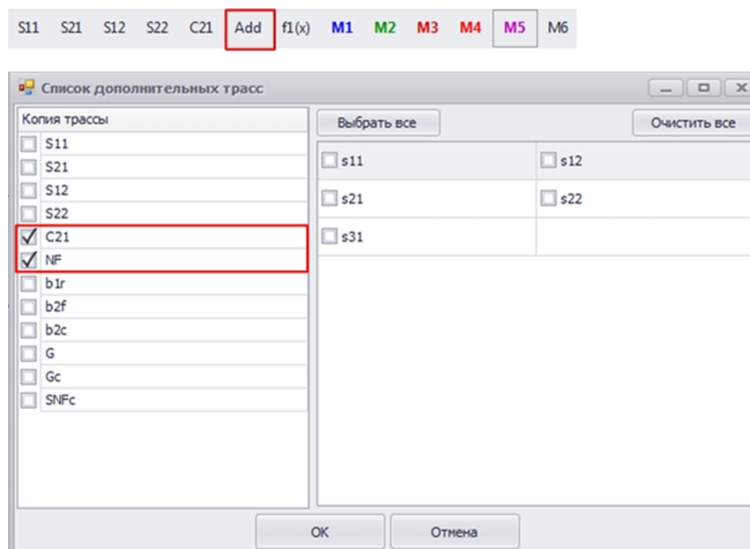
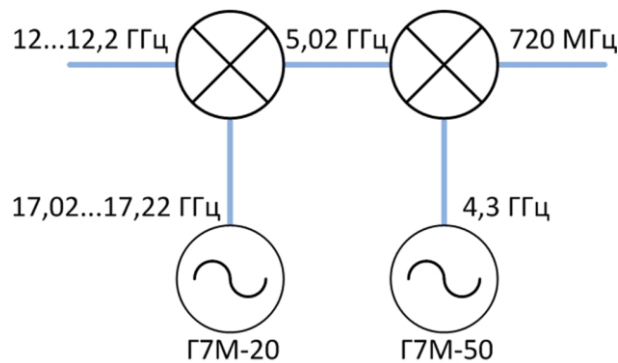

Рис. 30. Создание измерительных трасс
Рис. 32. Частотный план для измерения коэффициента шума с двойным преобразованием частоты со скалярной калибровкой
14. Если необходимо отображать коэффициент преобразования C21, S – параметры, коэффициент шума NF на одной диаграмме, то на диаграмме измерения S – параметров создайте соответствующие измерительные трассы (рис. 30);
Проведем измерение коэффициента преобразования и коэффициента шума смесителей «Marki microwave» M20026LA (первое преобразование) и «Marki microwave» M10220LP (второе преобразование) со скалярной калибровкой. Схема для измерения представлена на рис. 30а. Частотный диапазон входного сигнала (RF) = 12...12,2 ГГц, сигнала первого гетеродина (LO1) = 17,02...17,22 ГГц, сигнала второго гетеродина (LO2) = 4,3 ГГц, промежуточной частоты (IF) = 720 МГц. Частотный план изображен на рис. 32.